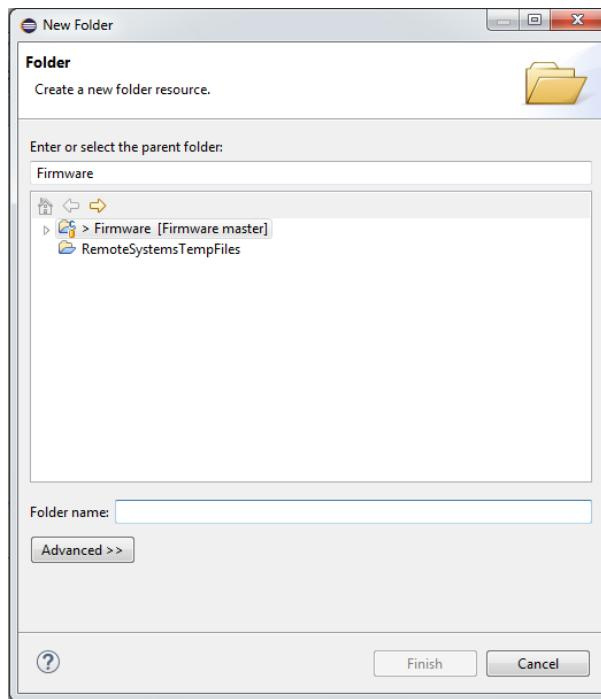

Figura 24: Creación de Nuevo Directorio.Ventana de Creación.
- **Paso 2:** A continuación se abre una ventana como la Figura 24 que permite designar el nombre de dicho directorio, en el cual se ubica el proyecto que se implementa. El usuario debe recordar que para compilar dicho proyecto debe establecer la ruta que le corresponde sobre el archivo *Makefile*. Asimismo, deben agregarse los directorios *etc*, *mak*, *inc*, y *src*, sobre el directorio creado recientemente.